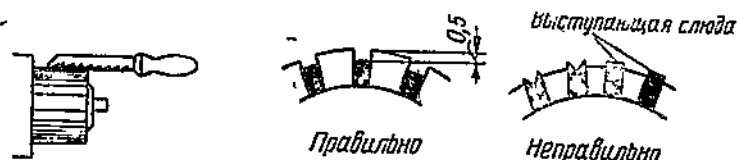

Рис. 30. Зачистка изоляции между пластинами коллектора
2. Прорезы в коллекторных пластинах и местах припайки концов обмотки очищают от излишка олова и обломившихся при отпайке концов провода с помощью паяльника или зубила и молотка. Одновременно куском наждачного полотна прочищают изоляцию между всеми коллекторными пластинами (рис. 30).